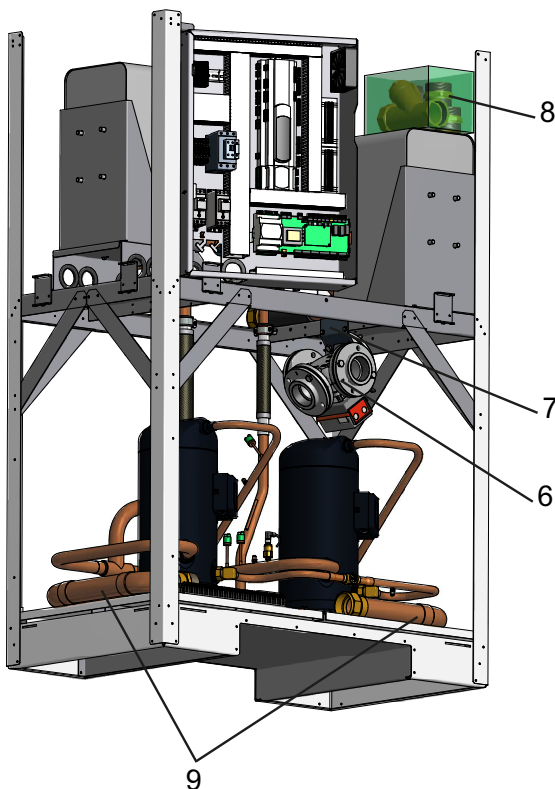
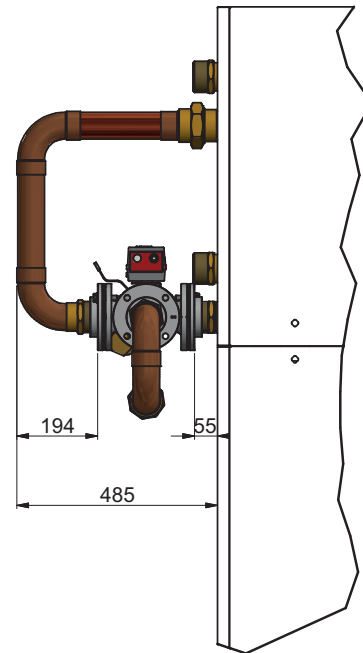

Abb. 7.1:
Abb. 7.2:
Das mit dem Stellmotor vormontierte hydraulische 4-Wege-Umschaltventil (6) ist mit seinen Gewindeflanschen an einem Transportblech (7) im Geräteinnenraum befestigt (siehe Abb. 7.1 auf S. 5). Nach der Demontage des hydraulischen 4-Wege-Umschaltventil aus dem Geräteinnenraum ist das Transportblech (7) zu entfernen. Die Gewindeflansche des 4-Wege-Umschaltventils sind zu lösen. Die Verbindungselemente und Flanschdichtungen sind zusammen mit dem Schmutzfilter im Beipackkarton (8) auf dem Plattenwärmetauscher abgelegt. Auf der Grundplatte der Wärmepumpe sind zwei vormontierten Rohrbaugruppen (9) abgelegt. Diese Rohrbaugruppen sind wie in Abb. 7.2 auf S. 5 gezeigt mit den Gewindeflanschen zu verbinden.
Hierbei sind die in Abb. 7.2 auf S. 5 gezeigten Abstandsmaße durch den Eindichtvorgang zwischen Doppelnippel und Gewindeflansch an der Wärmepumpe einerseits und zwischen der Rohrbaugruppe „Heizwasser-Vorlauf“ und Gewindeflansch andererseits zu realisieren. Ist die erforderliche Einbauposition erreicht sind die Flansche mit den beiliegenden Dichtungen durch Schrauben, Scheiben und Federringen mit dem hydraulischen 4-Wege-Umschaltventil zu verbinden.